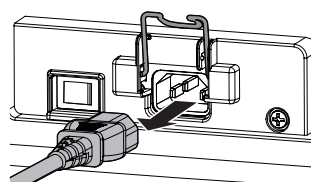

Fig.2
3) Saisissez le connecteur du cordon d'alimentation et retirez-le de la borne <AC IN> du projecteur. (Fig. 2)